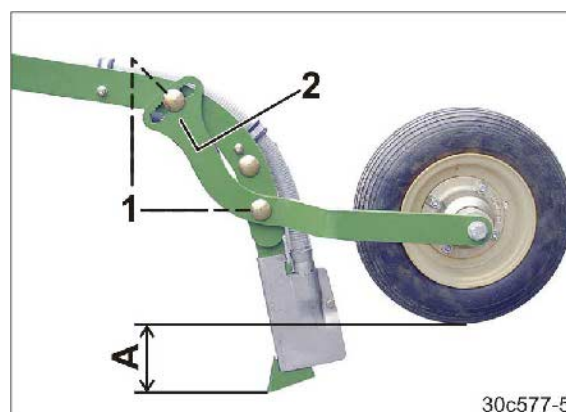

Рис. 50
1. Ослабьте две гайки (Рис. 50/1).
2. Отрегулируйте расстояние А, переставляя прижимной ролик в зубчатом секторе (Рис. 50/2).